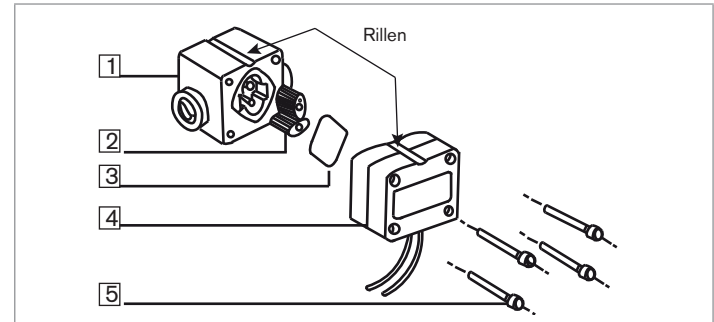

Bild 7: Explosionszeichnung des Gerätes
- Die 4 Schrauben (Marke 5 Bild 7) lösen und den Deckel mit Elektronikmodul (Marke 4 Bild 7) abnehmen.
- Die Dichtung (Marke 3 Bild 7) entfernen.
- Die Räder herausnehmen (Marke 2 Bild 7).
→ Die Dichtung (Marke 3 Bild 7) wieder einsetzen.
→ Den Deckel (Marke 4 Bild 7) wieder aufsetzen, dabei die Rille des Deckels auf diejenige des Gehäuses ausrichten.
→ Die 4 Schrauben (Marke 5 Bild 7) vorsichtig, um das Gehäuse nicht zu beschädigen, mit folgendem Anzugsdrehmoment über Kreuz festziehen: